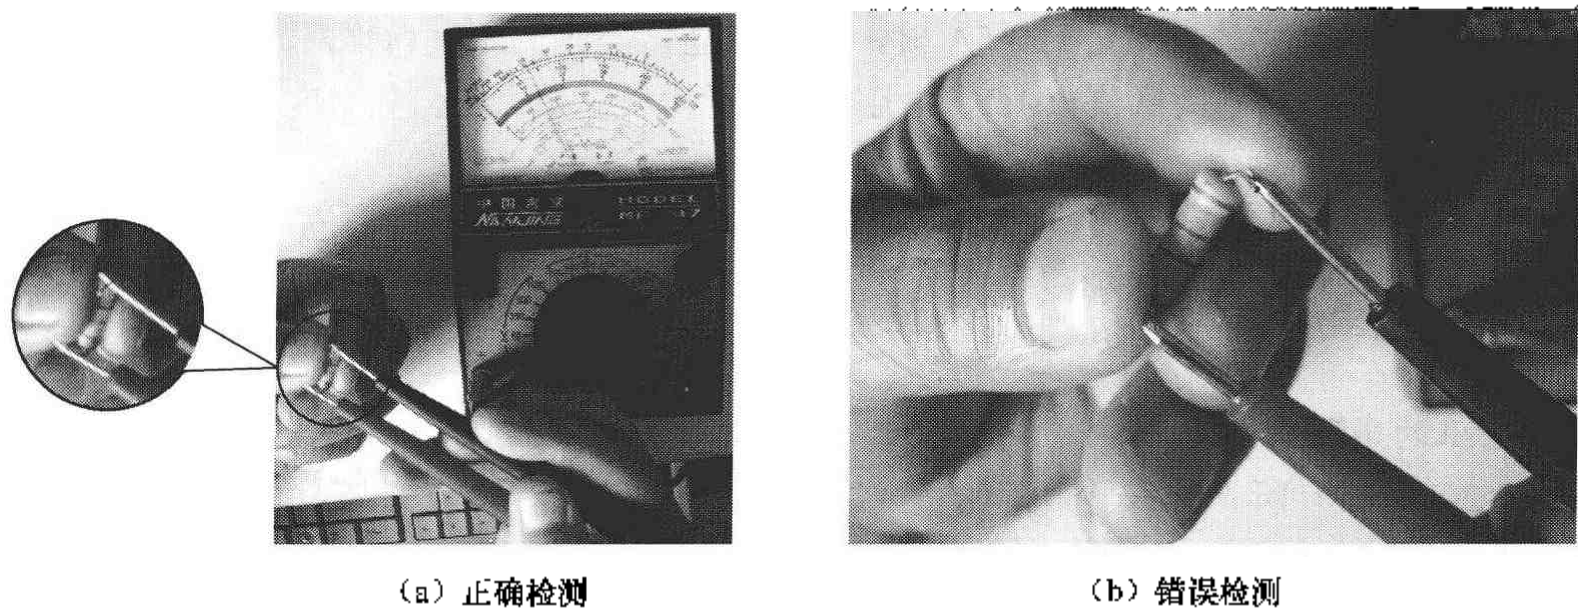

图 2-12 固定电阻非在路检测示意图
如图 2-12 (a) 所示, 将万用表的表笔接在被测电阻两端, 若测量的阻值与标称值相同, 说明该电阻正常; 若阻值大于标称值, 说明该电阻阻值增大或开路。固定电阻一般不会出现阻值变小的现象。
**注意** 如图 2-12 (b) 所示, 在测量大阻值电阻, 尤其是阻值超过几十千欧的电阻时, 不能用手同时接触被测电阻的两个引脚, 以免人体的电阻与被测电阻并联后, 导致测量的数据低于正常值。另外, 若被测电阻的引脚严重氧化, 测量前要用刀片、锉刀等工具将氧化层清理干净。